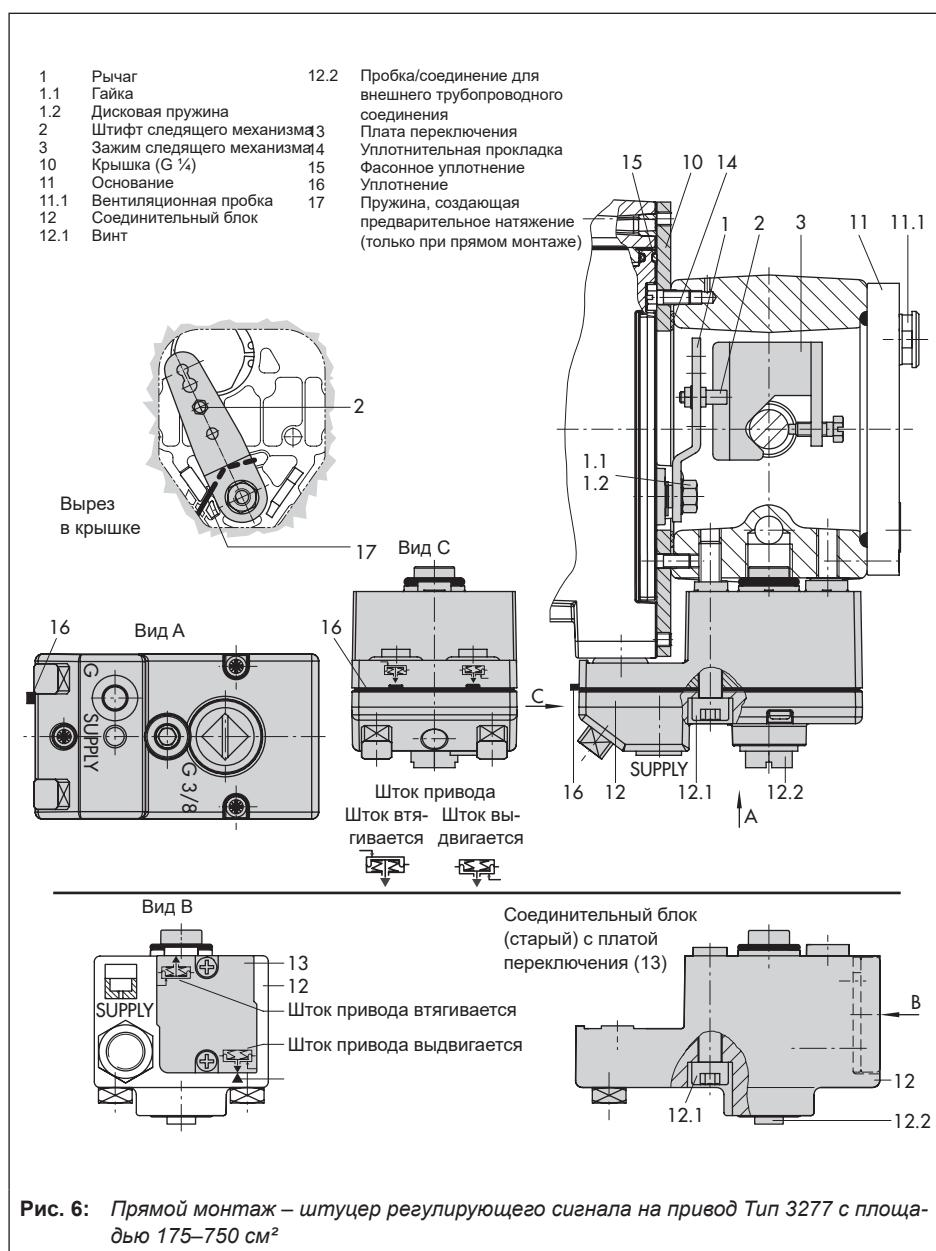

Рис. 6: Прямой монтаж – штуцер регулирующего сигнала на привод Type 3277 с площадью 175–750 см2
Установите позиционер, как показано на Рис. 6, на раму. Регулирующее давление передаётся на привод через соединительный блок (12); при положении безопасности "Шток привода выдвигается" – по внутренним каналам в раме клапана, а при положении безопасности "Шток привода втягивается" – по внешней соединительной трубке.
1. Установите зажим следящего механизма (3) на шток привода, выровняйте и зафиксируйте таким образом, чтобы крепёжный болт находился в пазе штока привода.
2. Зафиксируйте крышку (10) так, чтобы узкая сторона выреза (Рис. 6 слева) была направлена к штуцеру управляющего сигнала, а наклеенная уплотнительная прокладка (14) указывала в сторону рамы привода.
- Приводы площадью от 175 до 350 см2 с ходом 15 мм:** штифт следящего механизма (2) остается в положении 35 (состояние при поставке).
- Вставьте фасонное уплотнение (15) в паз корпуса позиционера, нажимая четырьмя удерживающими втулками на винты корпуса и вдавливая две зажимные втулки в углубления корпуса.
- Проведите пружину, создающую предварительное натяжение (17), под рычагом (1) через планку и вставьте ее в отверстие корпуса, прижмите рычаг (1) к упору, пока он не зафиксируется. Установите позиционер на крышку (10) и закрутите тремя крепежными винтами. Убедитесь, что штифт следящего механизма (2) находится на верхней части зажим следящего механизма (3). Рычаг (1) должен укладываться на зажим следящего механизма усилием пружин.
- Проверьте, установлен ли выступ уплотнения (16) сбоку на соединительном блоке таким образом, что символ привода "шток привода выдвигается" или "шток привода втягивается" соответствует исполнению привода. В ином случае необходимо удалить три крепёжных болта, снять крышку и заново уложить уплотнение (16) в перевёрнутом на 180° положении. Для старого соединительного блока (Рис. 6 снизу) плату переключения (13) поверните таким образом, чтобы соответствующий символ привода был направлен по стрелке.
- Установите соединительный блок (12) с уплотнительными кольцами на позиционер и раму привода, после чего затяните крепёжный болт (12.1). У привода "Шток привода втягивается" дополнительно удалите пробку (12.2) и смонтируйте внешнюю трубку управляющего сигнала.
- Установите крышку (11) на противоположной стороне. Следите за тем, чтобы при установленном регулирующем клапане вентиляционная заглушка (11.1) была обращена назад, так как это необходимо для оттока скопившейся конденсационной влаги.